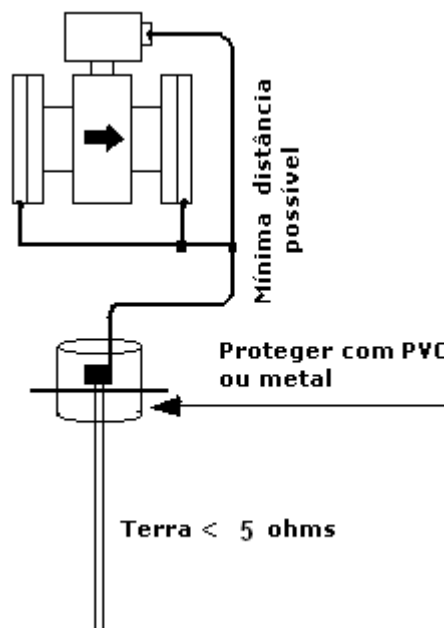

Figura 9
- No conversor, aterre o terminal terra do bloco terminal ou o terminal terra da caixa (invólucro). O terminal terra e o terminal terra da caixa são mutuamente conectados na unidade; (**Figura 9**)